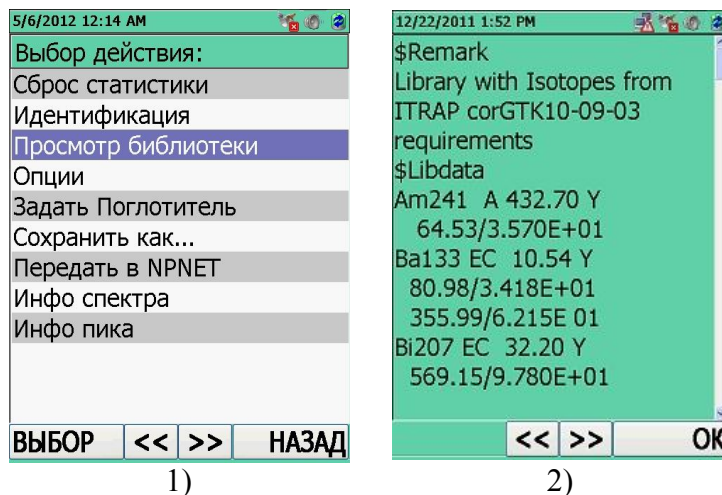

Рисунок 11.12
3) "**Просмотр библиотеки**". Отображение на ЖКИ прибора списка радионуклидов, рисунок 11.12, записанных в установленной библиотеке нуклидов. Просмотр и пролистывание осуществляется при нажатии кнопок джойстика ВВЕРХ/ВНИЗ или кнопок <<  /  >>. Библиотека нуклидов устанавливается в режиме "Настройки прибора"/"Идентификация"/"Библиотека", 11.3.5. По умолчанию в приборе установлена библиотека *FULL*, которая содержит полный перечень радионуклидов;